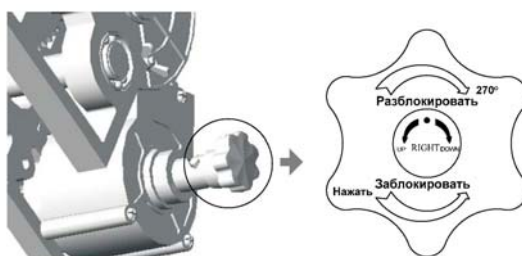

Рис. 4. Ручная разблокировка шлагбаума
Для разблокировки шлагбаума используется рукоятка (рис. 4). Для выполнения разблокировки необходимо нажать и повернуть рукоятку по часовой стрелке до упора ($\sim 270^\circ$), после чего возможно открытие (UP) и закрытие (DOWN) стрелы руками или с помощью рукоятки. Чтобы вернуть привод в заблокированное состояние необходимо нажать и повернуть рукоятку против часовой стрелки до упора, после чего открытие и закрытие осуществляется шлагбаумом.